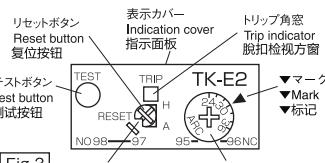

Fig.3
- (1) 調整ダイヤルを回して目盛りの範囲内で、モータの全負荷電流を▼マークに合わせてください。(Fig.3)
- (2) テストボタンを手前に引くとシーケンスチェックができます。(Fig.3)
- (3) サーマルリレーが動作した場合は、トリップ角窓に黄色の表示が出ます。また、リセットすると表示が角窓から隠れます。(自動リセットの状態では、動作しても角窓に黄色の表示が出ません。)(Fig.3)
- (4) サーマルリレーが動作したときは、過負荷などの異常原因を除去してからリセットボタンを軽く押すとリセットします。(この場合、サーマルリレーが十分冷えていないとリセットできません。)(Fig.3)
- (1) Turn the adjustment dial within the scale so that the full load current of the motor is at the ▼mark (Fig.3). Do not use beyond the scale, or the expected performance cannot be obtained.
- (2) By pulling the test button, checking of control circuit wiring can be done. (Fig.3)
- (3) When the thermal overload relay operates, the trip indicator displays a yellow sign. If the thermal overload relay is reset, indication disappears from the indicator. (Even if the thermal overload relay operates, the yellow sign does not show in the trip indicator at automatic reset mode.) (Fig.3)
- (4) If the thermal overload relay operates, first remove the cause of failure such as overload, and then lightly press the reset button to reset it. (In this case, the thermal overload relay cannot reset, if it is not cooled sufficiently.) (Fig.3)